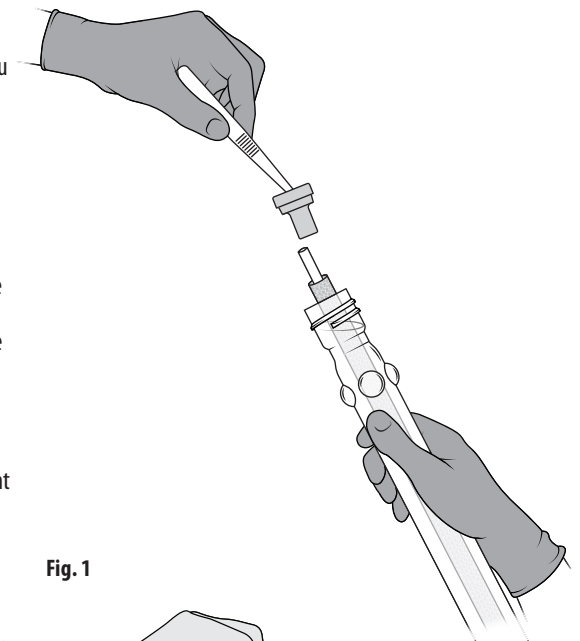

Fig. 1
3. Retirer la capsule et la jeter. Retirer le bouchon avec la pince et l'écarter. Les pinces doivent également être écartées car elles sont maintenant considérées comme non stériles. Fig. 1.